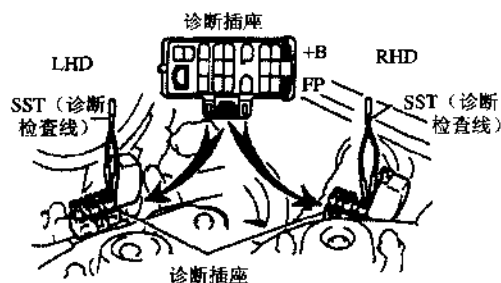
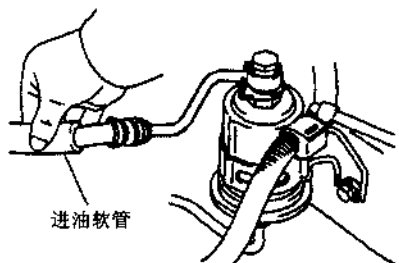

图 2.20 连接诊断插座的+B与FP端子
图 2.21 检查燃油压力
① 用专用维修工具诊断检查线 (编号: 09843-18020), 将诊断插座的 +B 与 FP 端子连接起来, 如图 2.20 所示。
② 将点火开关转至“ON”位, 但不要启动发动机。
③ 检查来自燃油滤清器的燃油进油软管内有无燃油压力, 如图 2.21 所示。如果有压力, 应听一听有无燃油流动的响声。如果没有压力, 应检查易熔线、熔断器、EFI 主继电器、燃油泵、发动机 ECU 和插接器。
④ 关闭点火开关, 从诊断插座上拆下诊断检查线。